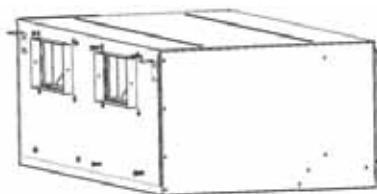

Рис. 10.10
4. После этого один работник поддерживает узел снизу, а второй заворачивает винты М8, чтобы закрепить узел на передней панели. (Рис. 10.10).